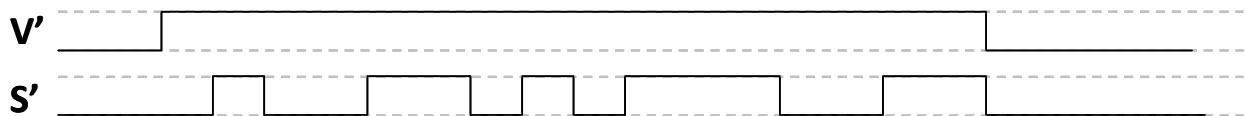

Figure 4 : Données après réception
- 12- A l'issue de ce traitement, les circuits logiques du récepteur reçoivent les signaux  $V'$  et  $S'$  de la figure 4 qui sont la reproduction des signaux  $V$  et  $S$  de l'émetteur (les données transmises sont différentes de celle de la question 8-). Que valent alors  $D_T$  et  $D_H$  en base 10.